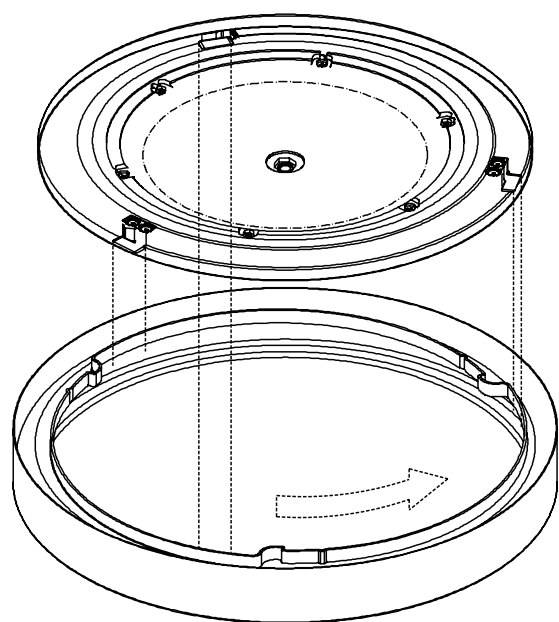

Figure 2
8. Pour installer le diffuseur (5), soulever le diffuseur jusqu'au bac, placer la partie la plus large du diffuseur sur les trois clips (4) du bac, puis pousser le diffuseur contre le plafond. Le tourner dans le sens de rotation horaire usqu'à ce que le ressort des pinces retienne le diffuseur en place. **Voir la Fig. 2.**
8. To Install Diffuser (1), lift Diffuser up to Pan, position the widest part of the Diffuser rim over the three Clips (5) on the Pan then, push the Diffuser up against the ceiling. Twist clockwise until spring tension of Clip holds Diffuser in place. See Fig. 2.
8. Para instalar el difusor (5), levante el difusor hasta el panel, coloque la parte más ancha del borde del difusor sobre los tres sujetadores (4) en el panel, a continuación, empuje el difusor hacia arriba contra el techo. Tuerza a la derecha hasta que el resorte de tensión de la Grapa agarre el Difusor en su lugar. **Vea Fig. 2.**